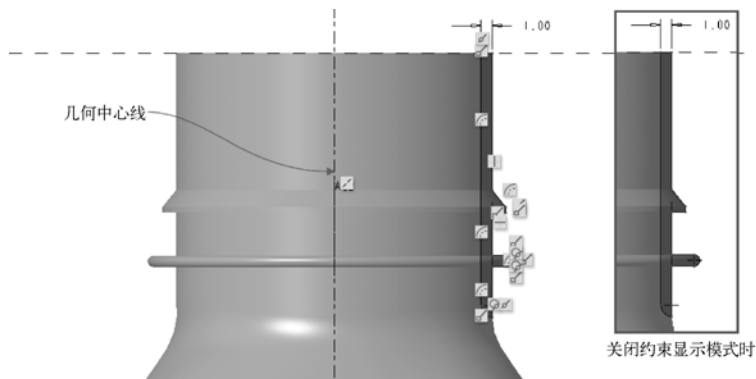

图 13-79 绘制图形
③ 选择 FRONT 基准平面为草绘平面，以 RIGHT 基准平面为“右”方向参考，单击“草绘”对话框中的“草绘”按钮，进入草绘模式。
④ 绘制图 13-79 所示的图形，务必绘制一条几何中心线作为旋转轴。单击“确定”按钮 ，从而完成草绘并退出草绘模式。